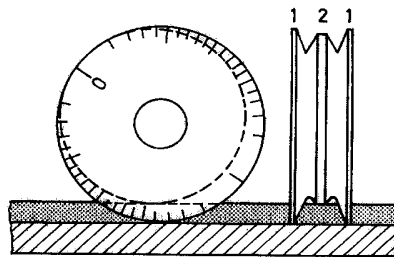

Abb. 1
Das scheibenförmige Messinstrument (Abb. 1) wird auf dem nassen Film abgerollt. Hierbei bewegen sich zwei konzentrische Rollfelgen (1) auf dem Anstrichgrund, während die exzentrisch dazu angeordnete Messrippe (2) erst an der Stelle vom Anstrich benetzt wird, wo ihr Abstand von den Rollfelgen der zu messenden Nassfilmdicke entspricht.